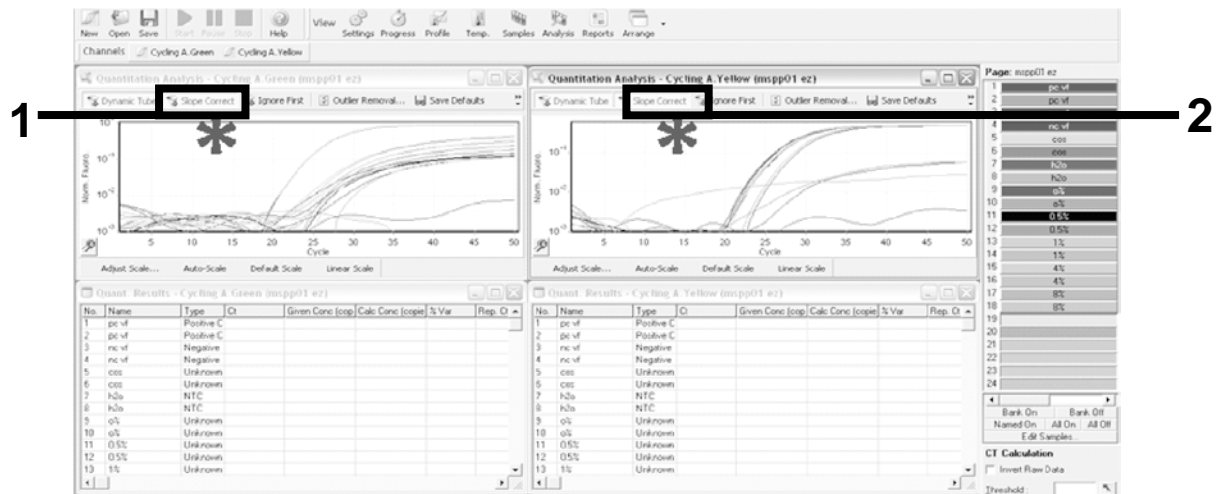

Ilustración 10. Ajuste "Slope Correct" (Pendiente correcta).
19. Aparece una nueva ventana (ilustración 10). Haga clic en "Slope Correct" (Pendiente correcta) en ambos paneles, tal como se indica en la ilustración 10.